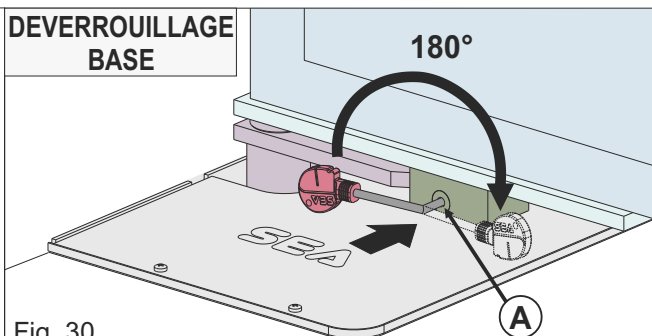

Fig. 30
- insérer la clé Allen fournie dans la fente «A» et tournez-la de 180° vers le centre du portail (Fig.30)